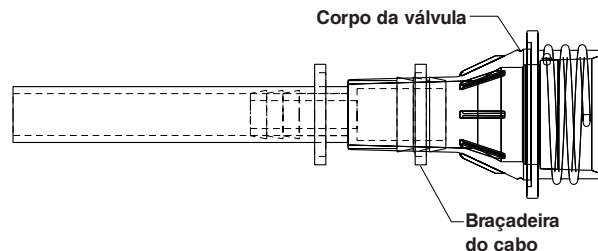

Figura 4
10. Instalar o encaixe do acoplador de redução empurrando firmemente até estar totalmente assente no corpo da válvula (consultar a Figura 4).
11. Com uma pistola de aperto de braçadeiras, instalar a braçadeira fornecida à volta do corpo da válvula, centrada no encaixe do acoplador de redução (consultar a Figura 4).
13. Instalar o encaixe do acoplador de redução empurrando firmemente até estar totalmente assente no corpo da válvula (consultar a Figura 4 na página 20).
14. Com uma pistola de aperto de braçadeiras, instalar a braçadeira fornecida à volta do corpo da válvula, centrada no encaixe do acoplador de redução (consultar a Figura 4 na página 20).